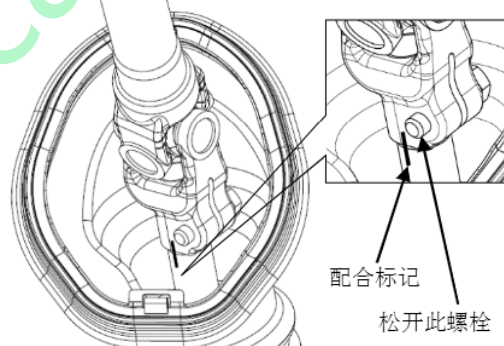

图 3-21
① 在中间轴下端与转向器输入轴配合处做好配合标记，如图 3-21 所示。
② 此时可以套上转向盘转动，使螺栓处于方便操作的位置，松开螺栓，拔出中间轴。